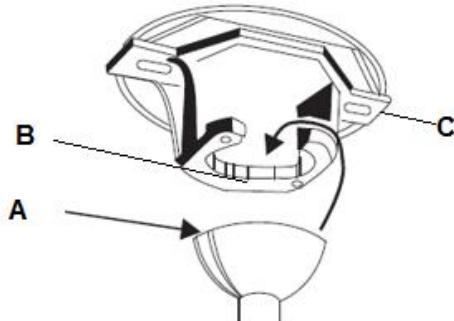

Abb. 6
Setzen Sie den kompletten Ventilator in die Halterung ein. Die Sicherungsnut (A) der Kugelaufhängung muss in den Anschlag (B) der Halterung (C) greifen, um ein Verdrehen des Ventilators im Betrieb zu verhindern. (Abb. 6)
- Hängen Sie den Ventilator an (siehe „Aufhängen des Ventilators“ Abb. 6, Seite 6).